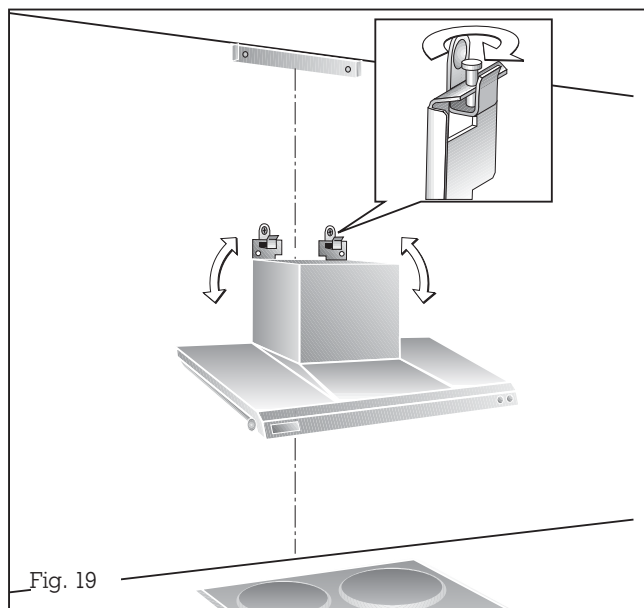

Fig. 19
- Agganciate la cappa sui due ganci. Aggiustate i ganci con le viti con intaglio a croce ed allineate la cappa con l'ausilio di una livella (Fig. 19).